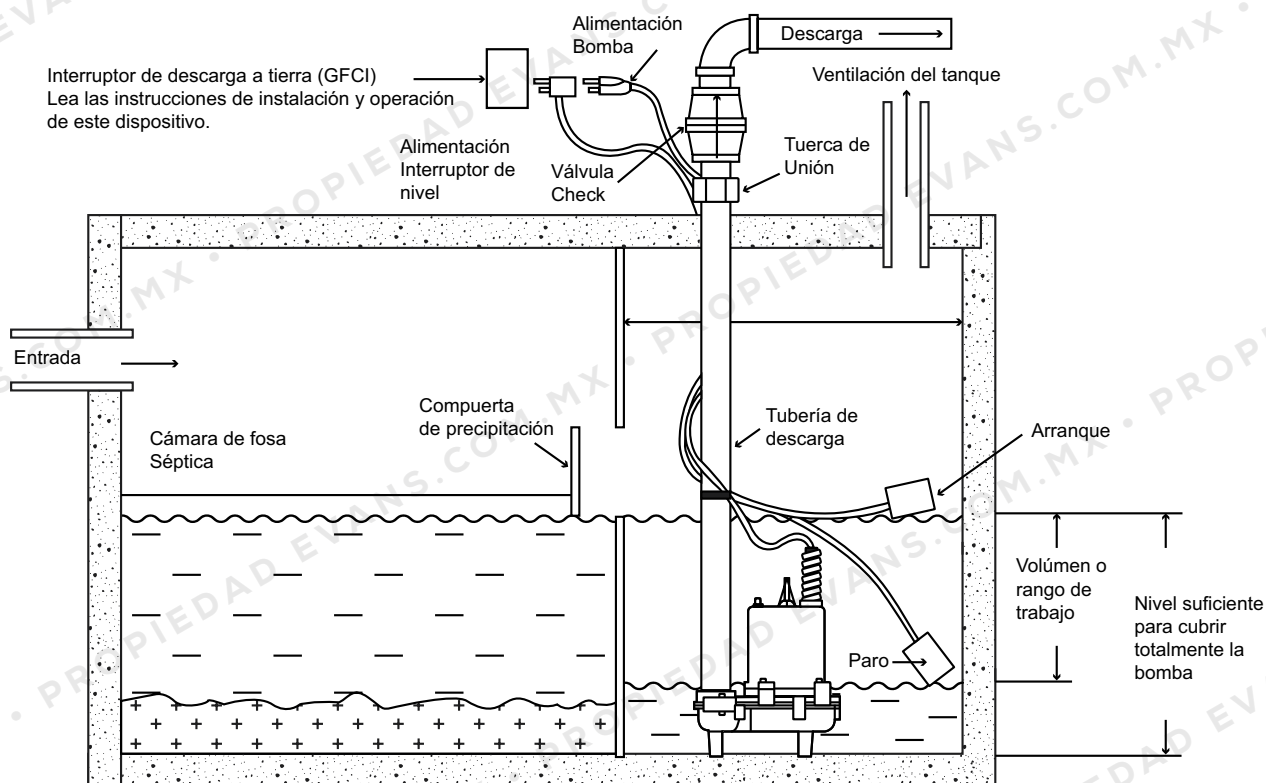

Fig. 3
- 4.- En caso del tornillo Allen, no olvide colocar la arandela de plástico en el sensor para que selle perfectamente el sensor (AB-SFS). (Imagen 3)